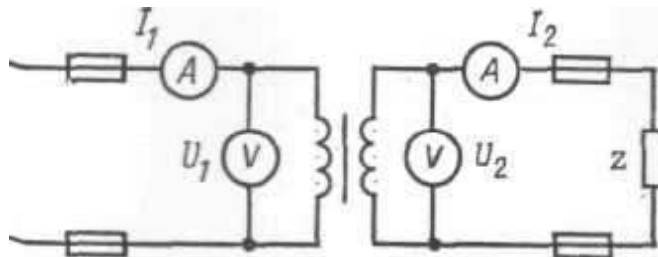

Рисунок 16
**Пример 8.** Понижающий однофазный трансформатор, работая не в номинальном режиме, питает потребитель с активно-индуктивной нагрузкой  $Z$  (рисунок 16), полная мощность которого  $S_2=1000\text{В А}$ . Первичная обмотка трансформатора подключена к сети напряжением  $U=400$  В. Коэффициент полезного действия трансформатора  $\eta=0,95$ . Коэффициент мощности вторичной цепи  $\cos\varphi_2=0,95$ .